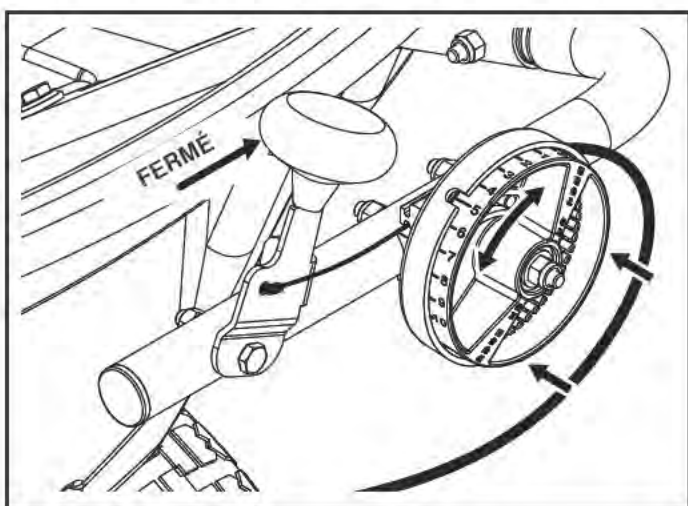

FIGURE 7
- Enfoncez le bouton (22) sur l'extrémité du levier de commande de débit (23).
- Fixez le levier de commande du débit (23) au tube de commande (6) à l'aide d'un boulon hexagonal de 1/4 po x 1-1/2 po (12) et d'un écrou de 1/4 po (17).
ÉTAPE 7 : (VOIR LA FIGURE 7)
- Fixez la commande de débit (4) au tube de commande (6) à l'aide de deux écrous autofreinés de 1/4 po (16).
(voir la figure 7)